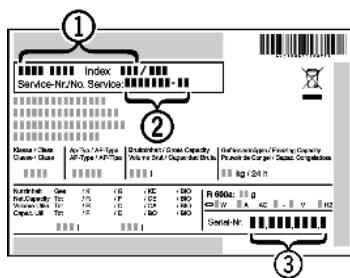

Fig. 6
- Обратитесь в сервисную службу и сообщите вид неисправности, наименование устройства *Fig. 6 (1)*, сервисный № *Fig. 6 (2)* и серийный № *Fig. 6 (3)*.